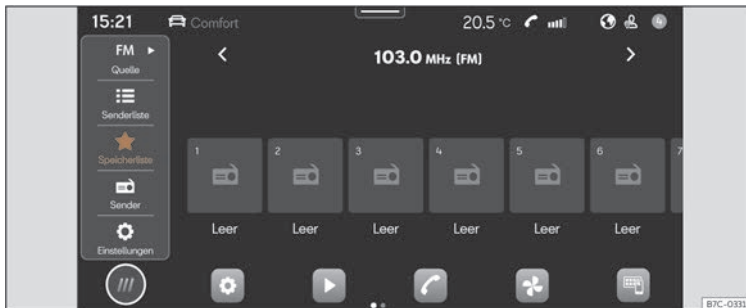

Abb. 152 Schematische Darstellung: Ansicht Radio.
- Drücken Sie **HOME** > >>> (**Abb. 152**).